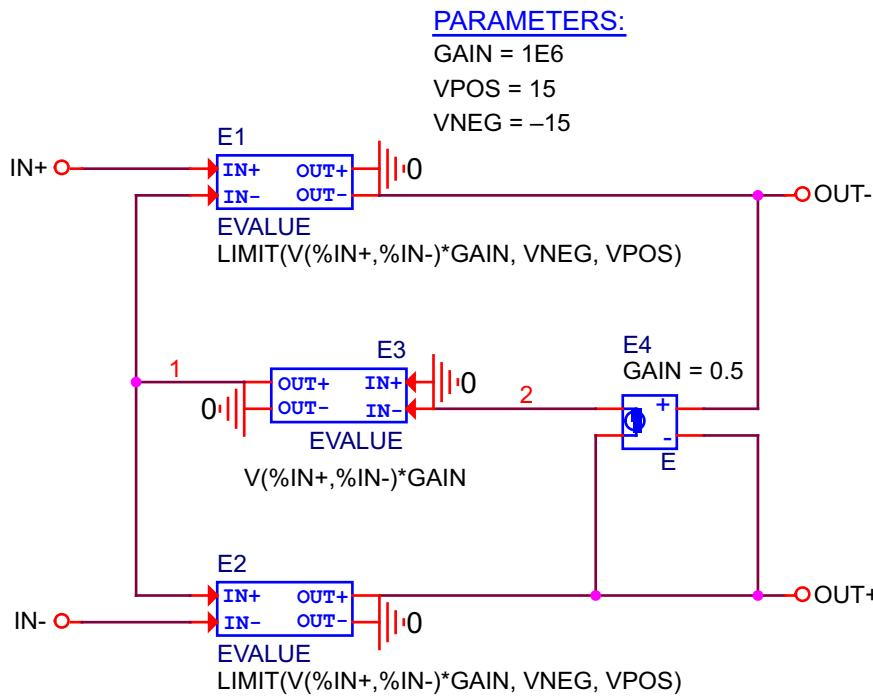

Рисунок 5. Поведенческая модель OPAMPD1 полностью дифференциального ОУ.
Для начала построим поведенческую модель простого полностью дифференциального ОУ без входа смещения (Рисунок 5). Для этого будем использовать блоки поведенческого моделирования EVALUE из библиотеки AMB.olb [3, 6]. В соответствии с Рисунком 4 Блоки E1, E2 – регулируемый каскад, блок E4 – схема выделения синфазного сигнала, блоке E3 – усилитель ошибки. Поведенческие блоки E1 и E2, по аналогии с PSpice Template модели OPAMP (Рисунок 1), описываются выражением (1) на языке PSpice.